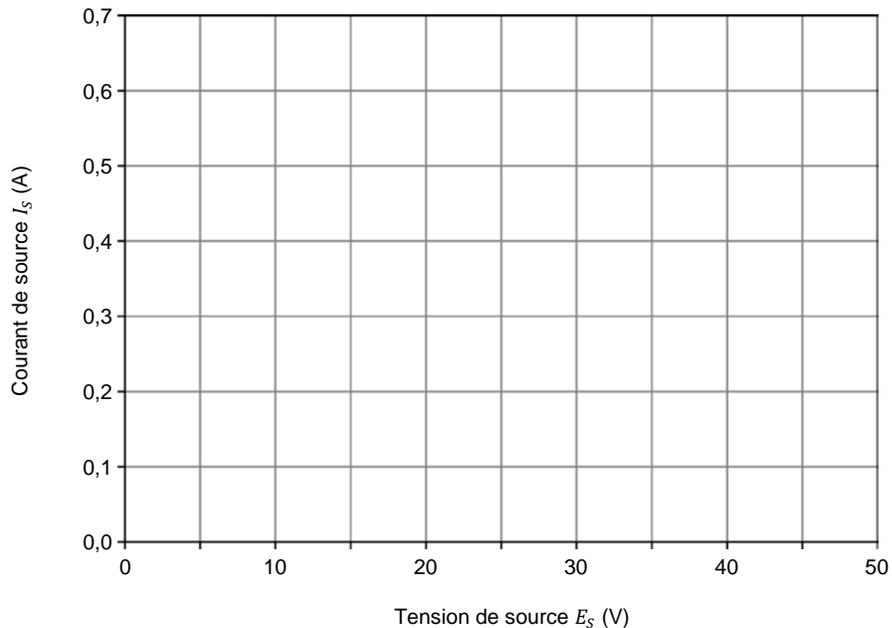

Figure 14. Courant de source I_S en fonction de la tension de source E_S .
10. À partir des résultats notés dans le tableau 1, tracez dans la figure 14 le courant de source, I_S , en fonction de la tension de source, E_S .